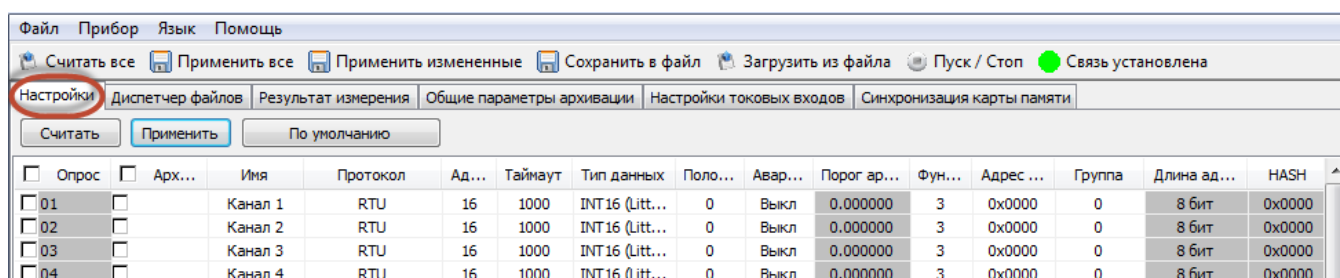

Рисунок 1.11
- 1.13. Индивидуальные параметры конфигурирования каналов находятся во вкладке «Настройки», смотри рисунок 1.11.